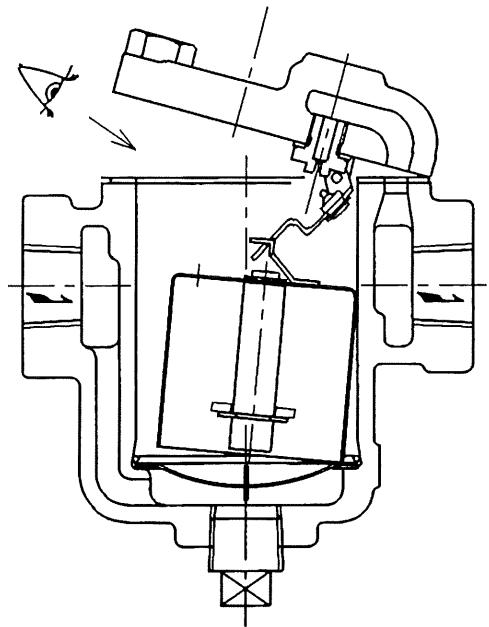

図3
- バケットに掃除棒を通した後、ふたにレバーとバケットを組み付けて弁箱にのせます。このときバケットが外れやすいので注意が必要です。弁箱入口側のふたの端を少し持ち上げると、バケットの釣り金具がレバーに確実に引掛かっているか否かが容易に確認できます。(図3)
- (5) バケットに掃除棒を通した後、ふたにレバーやバケットを組み付けて弁箱にのせます。このときバケットが外れやすいので注意が必要です。弁箱入口側のふたの端を少し持ち上げると、バケットの釣り金具(13)がレバーに確実に引掛かっているか否かが容易に確認できます。(図3)
(6) 呼び水が入っているか確認して下さい。